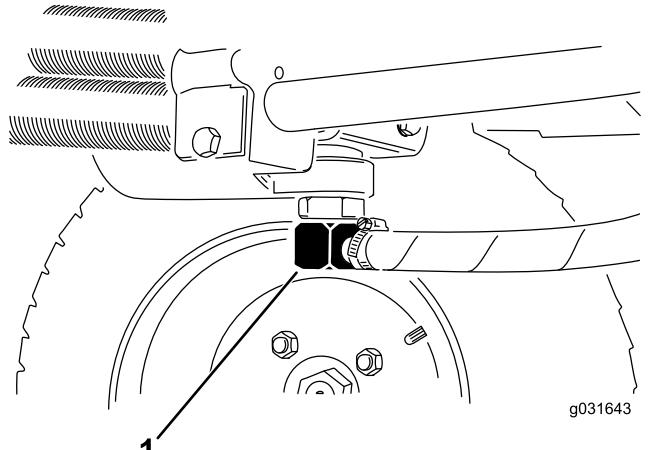

Bild 66
2. Klemmen Sie die Hydraulikölleitung ab oder entfernen den Hydraulikölfilter und lassen das Hydrauliköl in ein Auffanggefäß ablaufen (Bild 68 und Bild 66).
3. Montieren Sie die Hydraulikölleitung, wenn kein Öl mehr ausströmt (Bild 66).